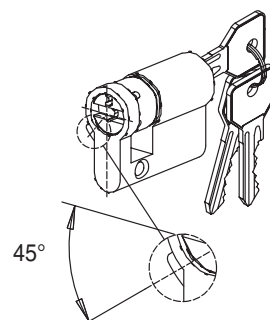

FIG. 20
4. Inserire il cilindro in vostro possesso, con la camma regolata come in fig. 20, nel blocco cilindro e ripetere a ritroso i punti precedenti (avvitare la vite laterale sul cilindro in modo da fissarlo; inserire il blocco cilindro nell'elettromaniglia e riavvitare le viti poste sul retro della stessa).
4. Introduce the owner's cylinder (with the cam adjusted as shown in fig. 20) in the cylinder block and reverse the order of the above operations (screw in the cylinder side screw to lock the cylinder; introduce the cylinder block in the electric handle and screw in the screws on the back of the handle).
4. Insérer le nouveau cylindre avec la came réglée de la manière indiquée sur la fig. 20, dans le bloc-cylindre et répéter les points précédents du dernier au premier (serrer la vis latérale sur le cylindre de manière à le fixer ; insérer le bloc-cylindre dans la poignée électrique et resserrer les vis situées sur la partie arrière).
4. Introduzca el cilindro en su poder (con la leva regulada como en la Fig. 20) en el bloque del cilindro y repita en orden inverso los puntos anteriores (enrosque el tornillo lateral en el cilindro para fijarlo, introduzca el bloque del cilindro en la electromanilla y enrosque los tornillos situados en la parte posterior de esta última).
4. Setzen Sie Ihren Zylinder mit dem wie auf Abb. 20 zu sehen regulierten Nocken in den Zylinderblock ein und führen Sie die vorstehenden Punkte in umgekehrter Reihenfolge aus (schrauben Sie die seitliche Schraube in den Zylinder ein und befestigen Sie ihn so. Setzen Sie den Zylinderblock in den Elektrodrücker ein und schrauben Sie wieder die rückseitigen Schrauben ein).
4. Breng de cilinder die u al in bezit had, met de nok afgesteld zoals in fig. 20, aan in het cilinderblok en herhaal de voorgaande punten in omgekeerde volgorde (draai de schroef aan de zijkant van de cilinder aan om de cilinder te bevestigen; breng het cilinderblok aan in de elektrische handgreep en draai de schroeven op de achterkant van de handgreep weer aan).